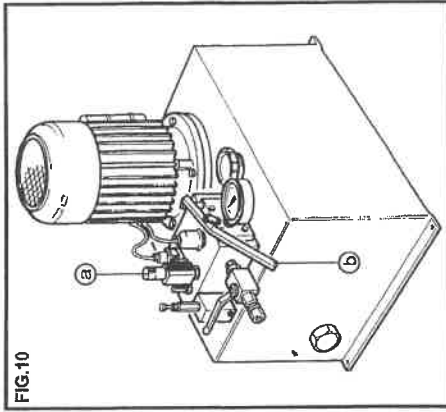

FIG. 10
- Guardando il display segna piani, riportare la piattaforma al piano alto con la pompa manuale - Fig. 10/b.